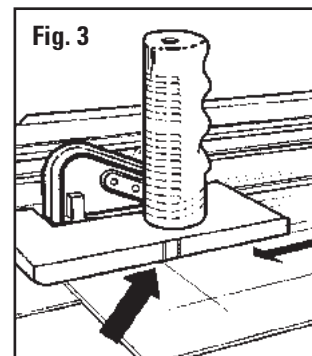

Fig. 3
- Con una matita, tracciare una linea lungo l'intera lunghezza del cartoncino utilizzando la rotaia di guida come guida. **Fig. 3.** Prima di tagliare, ruotare il passepartout di 1/4 di giro verso destra.
5. Tirez la tête de découpe à angle droit jusqu'à ce que la ligne de séparation inférieure s'aligne avec la ligne de la bordure inférieure. Recommencez jusqu'à ce que toutes les bordures soient coupées. **Fig. 3**
5. Ziehen Sie den geraden Schneidekopf, bis die untere Linie an der unteren Randlinie anliegt. Wiederholen Sie diesen Schritt, bis alle Ränder geschnitten sind. **Abb. 3**
5. Tire del Cabezal de Corte Recto hasta que la línea trazada de la parte baja se alinee con la línea del borde inferior. Repita hasta que estén cortados todos los bordes **Fig. 3**
5. Tirare la testa per tagli dritti finché il tratto di matita inferiore non si allinea con la linea del bordo inferiore. Ripetere finché tutti i bordi non siano tagliati. **Fig. 3**